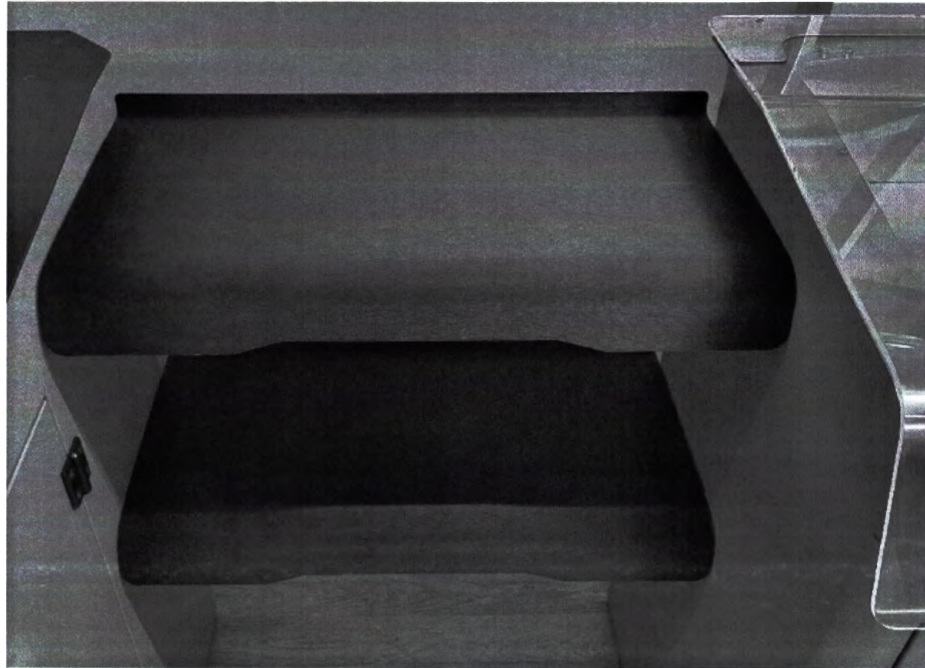

Рис.15.
3) Верхнюю полку установить по тому же принципу (см рис.15)